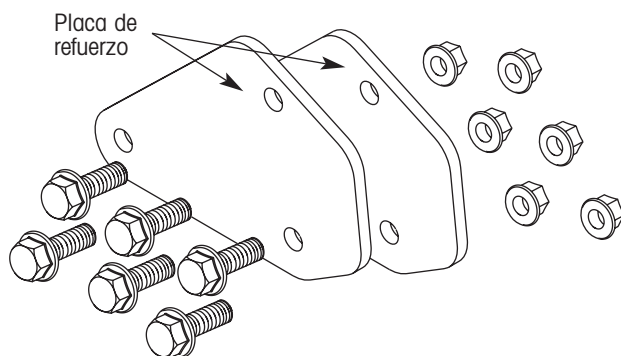

Figura 1. Kit de refuerzo de la torre del amortiguador trasero
El kit de refuerzo de la torre del amortiguador trasero (figura 1) consiste en placas de refuerzo y tornillería de montaje de mayor longitud requeridas para atornillar las placas de refuerzo y las torres del amortiguador trasero a las vigas de la suspensión. Antes de que el kit de refuerzo sea instalado, los ensambles de viga de suspensión deben ser inspeccionados por fracturas. Refiérase al siguiente PROCEDIMIENTO DE INSPECCION DE LA VIGA DE LA SUSPENSION para detalles completos de inspección. Si se encuentran fracturas en las vigas de la suspensión, el kit de refuerzo de la torre del amortiguador trasero no puede ser instalado. Llame al departamento de Servicios Técnicos de Hendrickson al tel. (81) 8288-1300 para mayores instrucciones.